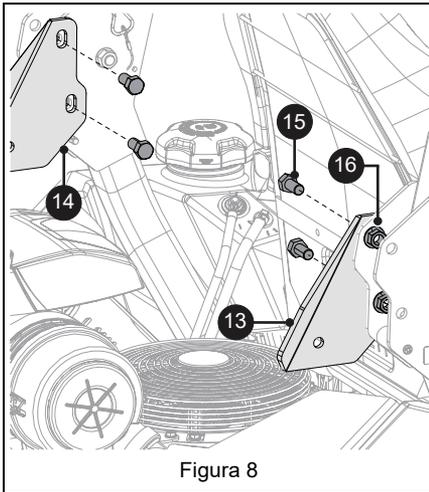

Figura 8
2. Instale el soporte ROPS derecho (pieza 13) dentro de la ROPS con dos pernos hexagonales de 1/2" x 1" (pieza 15) y dos tuercas empotrables de 1/2" (pieza 16). Haga lo mismo con el soporte ROPS izquierdo (pieza 14). NO los apriete del todo. Consulte Figura 8.